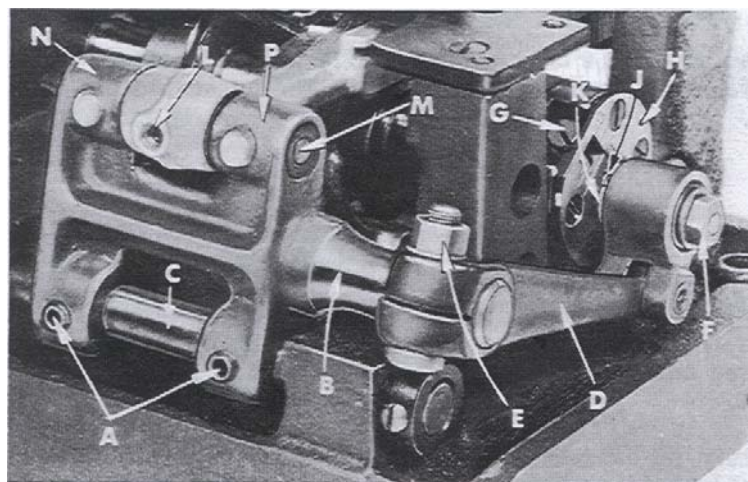

Fig. 11
Right or left adjustment can be made by loosening screws (A, Fig. 11) and slightly moving feed rocker (B) on feed rocker shaft (C) as required, then retighten screws. Check to ensure that feed rocker arm (D) does not bind after adjustment.
Zur seitlichen Einstellung lösen Sie die Schraube (A, Fig. 11) und verschieben den Transportrahmen (B) auf der Transportrahmenwelle (C), je nach Bedarf, ein wenig nach rechts oder links, dann ziehen Sie die Schrauben wieder an. Prüfen Sie, daß nach dieser Einstellung der Transportantriebsarm (D) nicht klemmt.
Forward or rearward centering of feed dog can be accomplished by loosening nut (E, Fig. 11), move feed rocker (B) as required and retighten nut.
Zum Vermitteln des Transporteurs nach vorne oder hinten lösen Sie die Mutter (E, Fig. 11) und verschieben den Transportrahmen (B) entsprechend. Ziehen Sie die Mutter wieder an.
Set the stitch to required length. This is accomplished by loosening lock nut (F, Fig. 11) 1/2 turn (it has left hand thread) on the end of the stitch regulating stud and turning stitch adjusting screw (G) located under the left end of the cloth plate in the head of the main shaft (H), which is marked "L" and "S". Turning the screw in a clockwise direction shortens the stitch (moves stitch regulation stud toward the "S") and turning it in a counterclockwise direction lengthens the stitch (moves stitch regulator stud toward the "L"). Retighten the lock securely. To prevent destructive damage to feed drive bearing, key screw (J) must engage the "U" shaped key slot in ferrule (K).
Stellen Sie den Stich auf die gewünschte Länge ein. Dazu lösen Sie die Feststellmutter (F, Fig. 11) (sie hat Linksgewinde) am Ende des Stichstellbolzens um 1/2 Umdrehung und drehen an der Sticheinstellschraube (G), die sich unter dem linken Ende der Stoffplatte im Hauptwellenkopf (H) befindet, der mit "L" und "S" bezeichnet ist. Drehen der Schraube im Uhrzeigersinn verkürzt den Stich (der Stichstellbolzen wird zum "S" hin bewegt), drehen im Gegenuhrzeigersinn verlängert den Stich (der Stichstellerbolzen wird zum "L" hin bewegt). Ziehen Sie die Feststellmutter wieder gut an. Damit das Transportantriebsgelenk nicht zerstört wird, muß die Mitnehmerschraube (J) in den "U"-förmigen Ausschnitt der Hülse (K) eingreifen.